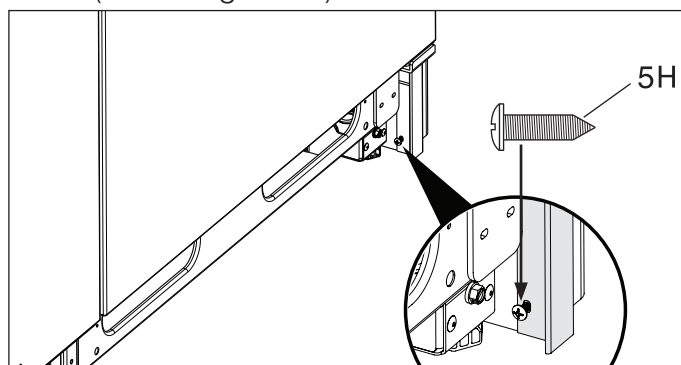

Figure 17
- Fixez le bas de la garniture à l'aide d'une vis. (Voir la Figure 17).